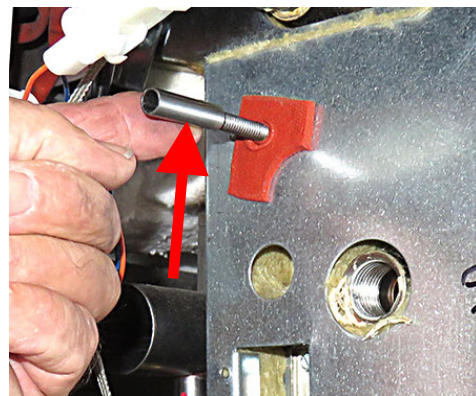

図 28
34. スタッドからプレナムスペーサーを取り外します（図 28 を参照）。